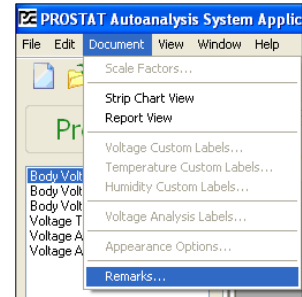

図 42: Remarks を選択するとレポートにコメントを追記できます
3. 4 ページ目の付記を作成するために、**Document** を押し **Remarks** を選択してください。(図 42). 入力したコメントは4 ページのレポートに現れます。